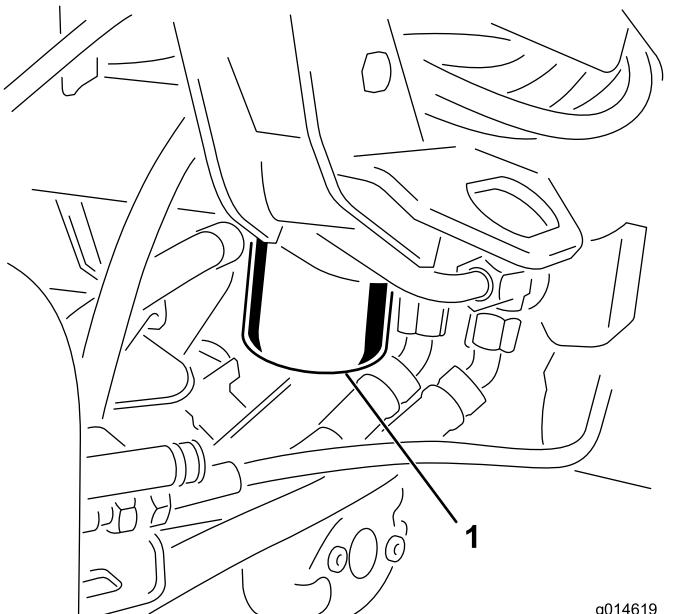

図 45
- 機体右側で、油圧フィルタの下にオイル受けを置く図45。
- 古いフィルタを外し、新しいフィルタを手早く取り付ける図45ガスケットがフィルタヘッドに当たるまで手で回し、そこからさらに $\frac{3}{4}$ 回転締め付ける。